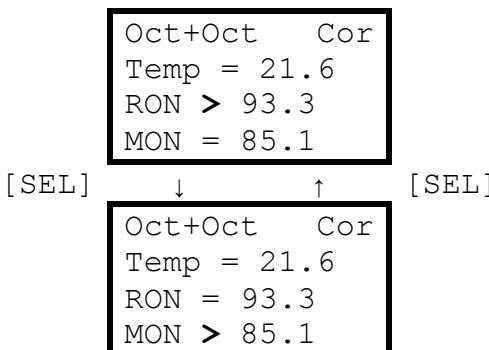

Рис. 4. Выбор параметра для коррекции
3.6.4. С помощью кнопки [S] выбрать знак напротив соответствующего параметра «<», «>», «+», «-» или «Z». Пример показаний индикатора при выполнении этих операций представлен на рис. 4.